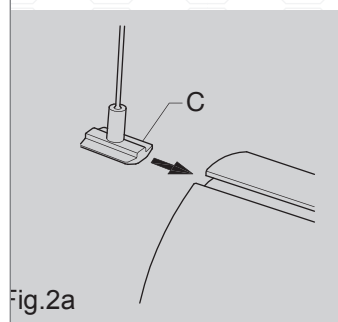

Fig.2a
- Dopo avere fissato a parete la sospensione semplice e la sospensione elettrificata (non in dotazione; vedi istruzioni relative), inserire le rispettive staffe di acciaio [C] (in dotazione con l'accessorio), facendole scorrere nel canalino presente sulla parte superiore del modulo (fig. 2a).
- After fixing the simple and the electrified suspension fixtures (not supplied; see relative instructions) to the ceiling, insert the respective steel brackets [C] (provided with the accessory), sliding them into the small central duct on the top of the module (fig. 2a).